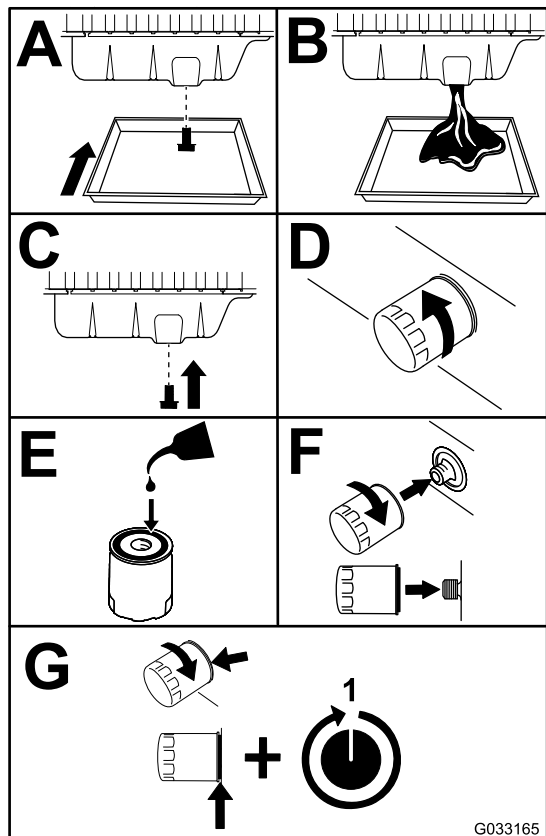

Figura 54
3. Substitua o filtro e o óleo do motor (Figura 54).